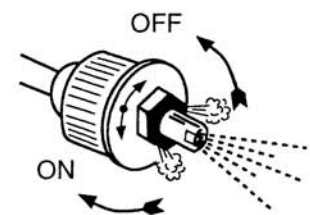

Fig. 8
- 2.5.1 *Lavado con poca presión:* la expulsión del detergente se obtiene por medio de la cabecilla de la boquilla regulable (Fig. 8), que se encuentra en la lanza rociadora. Desatornillando hacia OFF se consigue la salida del agua con el detergente a poca presión. Atornillando hacia ON se devuelve a la condición de antes, o sea agua con mucha presión sin detergente.